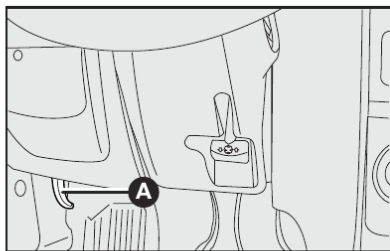

fig. 101
- 1) puxar a alavanca **A-fig. 101**.